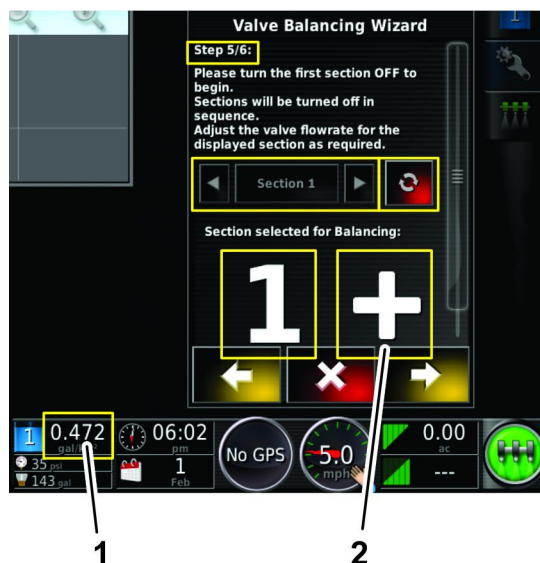

Figure 57
- Le débit d'application pour la vanne de section est trop bas (Figure 57).